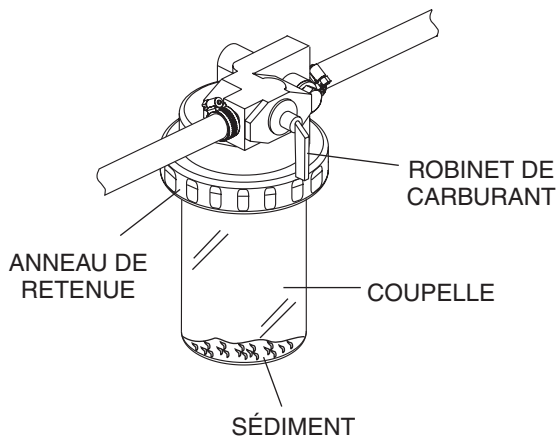

Figure 26. Séparateur carburant/eau
1. Inspecter le séparateur d'eau du filtre à carburant chaque jour. Si le séparateur carburant/eau (figure 26) a recueilli une quantité importante d'eau et de sédiments au fond de la coupelle, il devra être purgé.